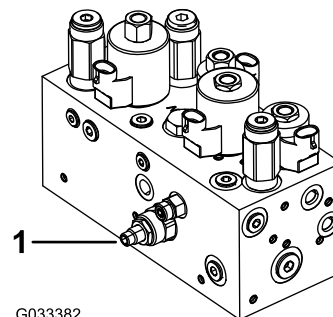

Figura 50
Il circuito di sollevamento/abbassamento degli apparati di taglio è provvisto di una valvola di regolazione del flusso (Figura 50). Questa valvola è preimpostata in fabbrica a circa 3 giri di apertura, ma può essere necessario regolarla per compensare le differenze di temperature del fluido idraulico, velocità di tosatura, ecc.
1. Alzate il sedile e individuate la valvola di regolazione del flusso per il telaio di trazione centrale (Figura 50) situata sul lato del collettore idraulico.